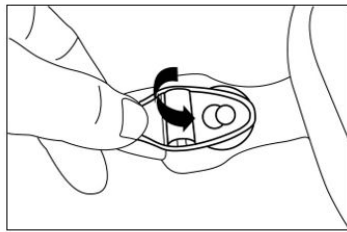

Fig.20
1. Retirer le serre-tête actuel en détachant chaque boucle des boutons (fig. 20).